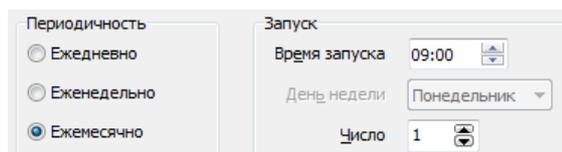

Рис. 9 Вкладка **Автоматическое резервное копирование баз данных**, периодичность *Ежемесячно*
- *Ежемесячно*, в этом случае необходимо указать **Время запуска** и **Число месяца**, когда будет происходить копирование (Рис. 9).